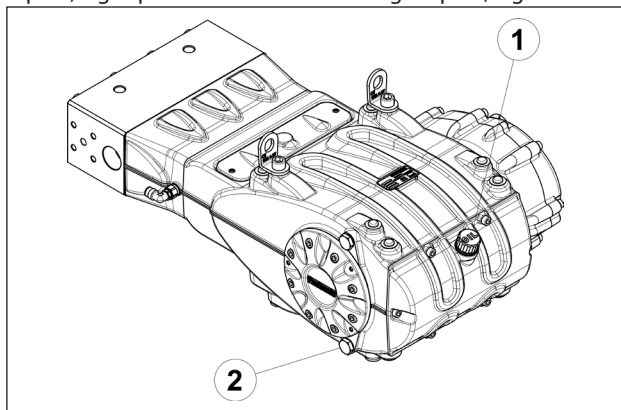

Fig. 1
Pour vidanger l'huile, retirer le bouchon de remplissage rep. ①, Fig. 1 puis le bouchon de vidange rep. ②, Fig. 1.